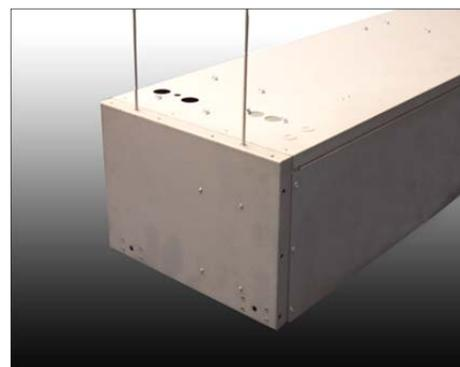

Fig 2
Étape 2 Fixer des tiges filetées M10 ou 3/8 UNC (vendues séparément) dans les 2 trous situés à chaque extrémité de l'enveloppe supérieure (voir Fig 2). Faire passer les tiges dans l'enveloppe et les fixer aux supports de fixation près de la partie inférieure de l'appareil (voir Fig 3, en regardant vers le haut à l'intérieur du rideau d'air). Utiliser des écrous de blocage M10 ou 3/8 UNC de chaque côté du support de fixation pour fixer les tiges de suspension.